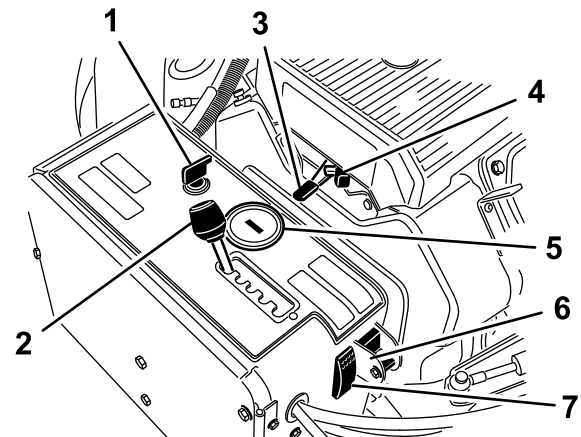

Figura 12
El interruptor de encendido (Figura 12) se utiliza para arrancar y parar el motor. El interruptor tiene 3 posiciones:
Mueva la palanca de espaciado de aireación (Figura 12) a la posición de espaciado deseada, o a la posición T para el transporte.
La palanca del acelerador (Figura 12) se utiliza para controlar la velocidad del motor. Mueva la
- Cuando el motor se apaga, el horímetro/taquímetro (Figura 12) muestra el número de horas de funcionamiento del motor.
Utilice el estárter para arrancar un motor frío (Figura 12).
Baje el interruptor para desactivar la función TrueCore (Figura 12). Retire el perno para tener acceso al interruptor de seguimiento manual.
Pulse el interruptor de reinicio del sistema (Figura 12) para elevar el cabezal de perforación si la máquina deja de funcionar (por ejemplo, la máquina se queda sin combustible).